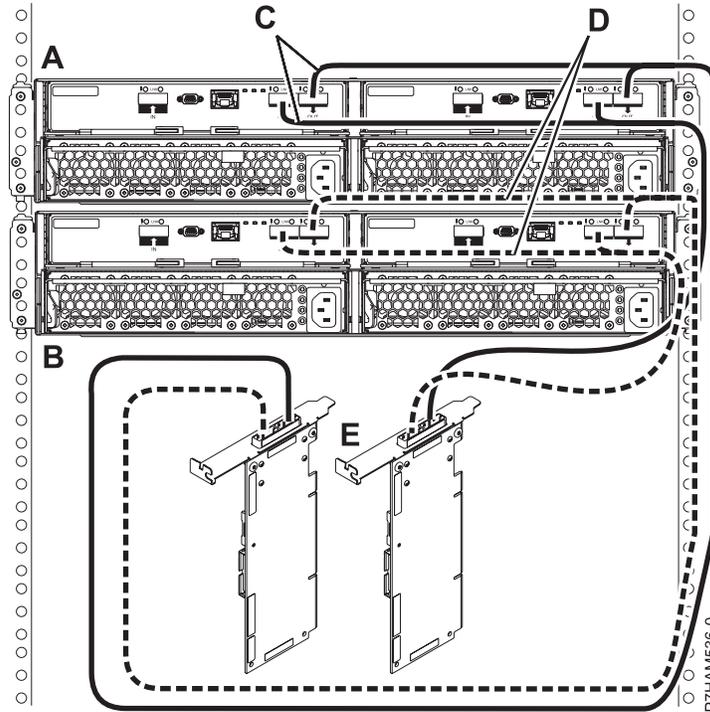

Figure 38. Mode 1 de connexion de deux boîtiers d'unité de disque 58/87 via des câbles YO à une paire d'adaptateurs SAS
12. Effectuez la connexion de mode 1 de deux boîtiers d'unité de disque 58/87 (A et B) via des câbles YO (C et D) vers une paire d'adaptateurs SAS (E), comme illustré dans la figure 38, à la page 76.
- Chaque adaptateur SAS de la paire (C) peut accéder aux 48 baies d'unité.